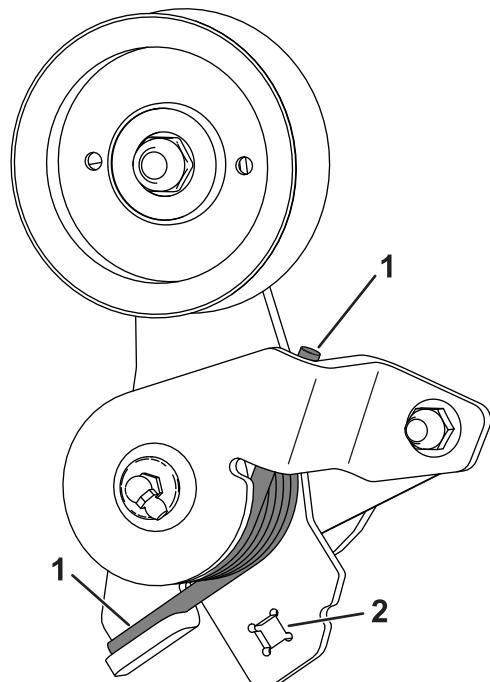

図 7
4. スプリングを図 7 のように取り付ける。
5. アイドラアームの四角部分に 3/8" のラチエットを当ててアイドラアームを押しながらアイドラブーリにベルトを掛ける図 7。